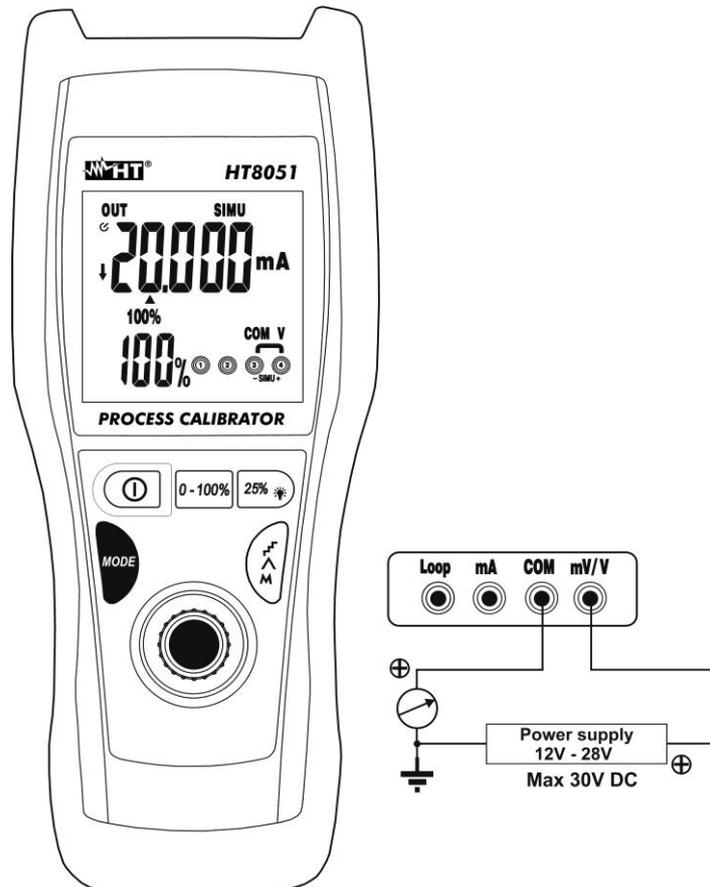

Fig. 8: Simulação de um transdutor
5. Colocar a ponteira verde e a ponteira preta respetivamente nos pontos com potencial positivo da fonte externa e positivo do dispositivo externo de medição (ex: multímetro – ver Fig. 8).
6. Para a geração do valor negativo da corrente rodar as ponteiras de medida no sentido oposto em relação à ligação da Fig. 8.